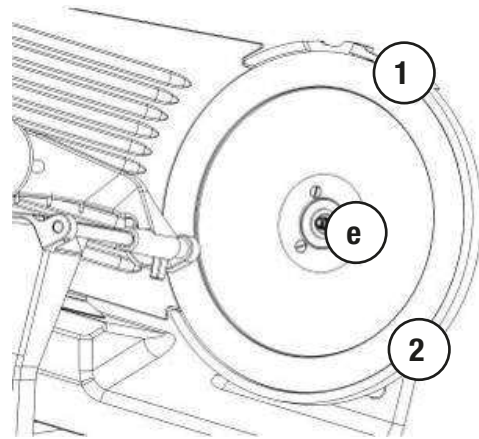

Abb. 10
- Um das Schneidmesser zu entnehmen, lösen Sie die 3 Feststellschrauben [e] mit einem geeigneten Schraubendreher (Abb. 10), hängen Sie das Schneidmesser vorsichtig aus.